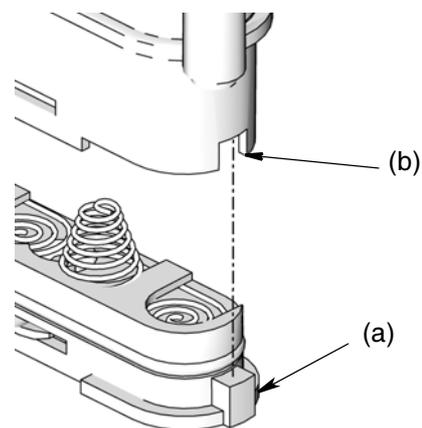

FIG. 29
- Remettre le couvercle. Le couvercle est conçu de sorte qu'il ne peut être placé sur le compartiment à piles que d'une seule manière. L'encoche (a) sur le couvercle s'insère dans la fente (b) située sur le compartiment. (FIG. 29).